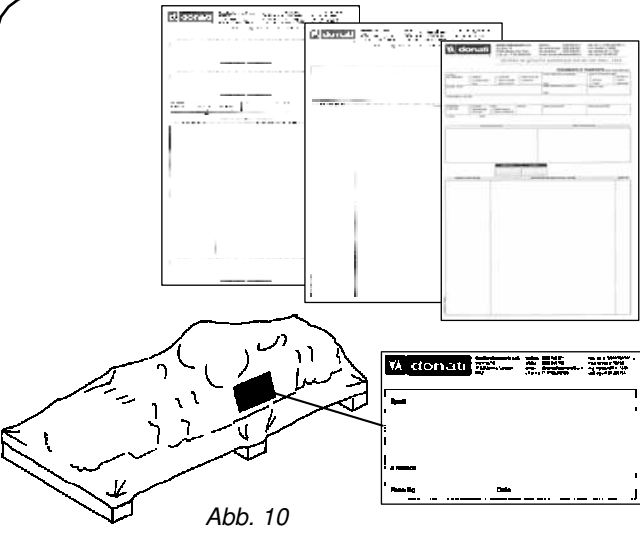

Abb. 10
- die Lieferdaten (Adresse des Empfängers, Anzahl der Frachtstücke, Bestellnummer usw.) den in den Warenbegleitpapieren (Lieferschein bzw. eventuelle Packliste) angeführten Informationen entsprechen (Abb. 10).